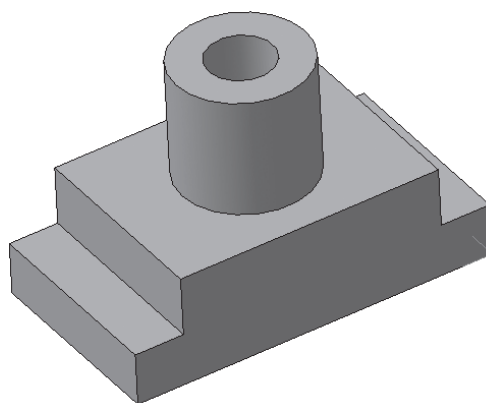

Рис. 7.10. Создание рисунка
- 34) Создайте объект (рис. 7.10). Сохраните.